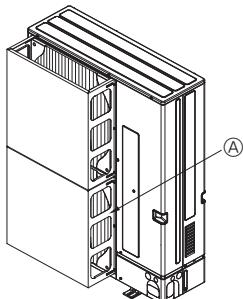

Fig. 2-4
- Installeer een optionele luchtgeleider als het apparaat wordt geïnstalleerd op een plaats waar krachtige windstoten bij storm etc. rechtstreeks de luchteinlaat kunnen binnendringen. (Fig. 2-4)